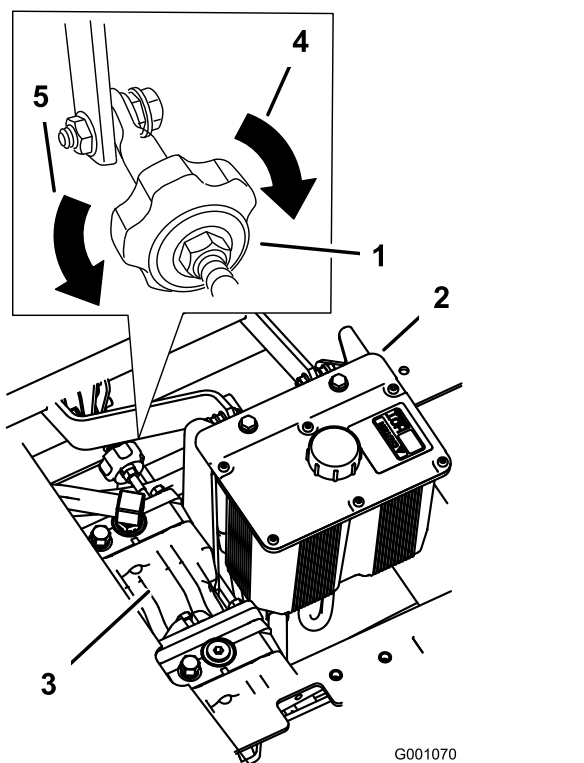

Figure 49
4. Retirez la batterie, comme montré à la Figure 49.
4. Pour que la machine tire à droite, tournez le bouton vers la droite de la machine. Voir Figure 49.
5. Pour que la machine tire à gauche, tournez le bouton vers la gauche de la machine. Voir Figure 49.